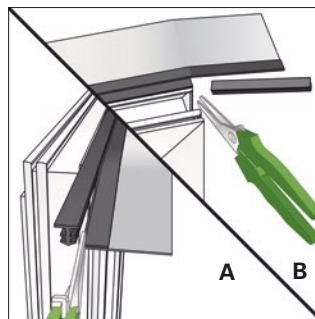

Bild 16: A) Überstände der Folie an der Keder-Knickkante einschneiden
- Den Keder an der Knickkante der Überstände einschneiden und bündig bis zum Fensterrahmen abreißen (Bild 16). Fenster montieren und die Wärmedämmung in die Fensteranschlussfuge einbringen. Wir empfehlen den FM230 Fenster-schaum+.